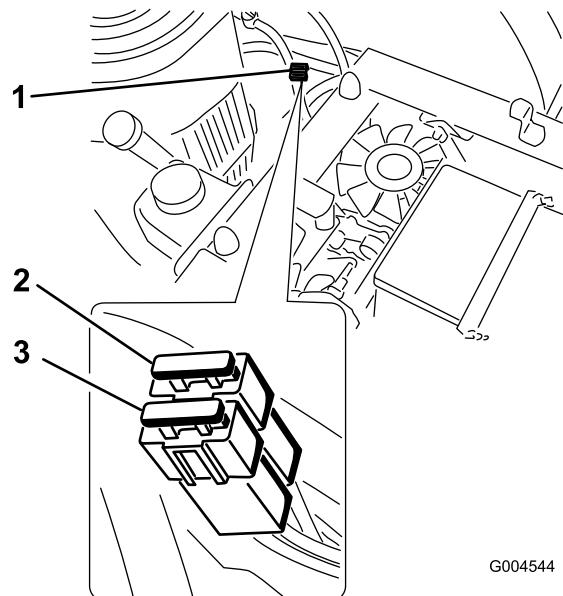

Figure 40
- Soulevez le siège pour accéder aux fusibles du côté gauche de la machine (Figure 40).
- Remplacez le fusible (Figure 40).